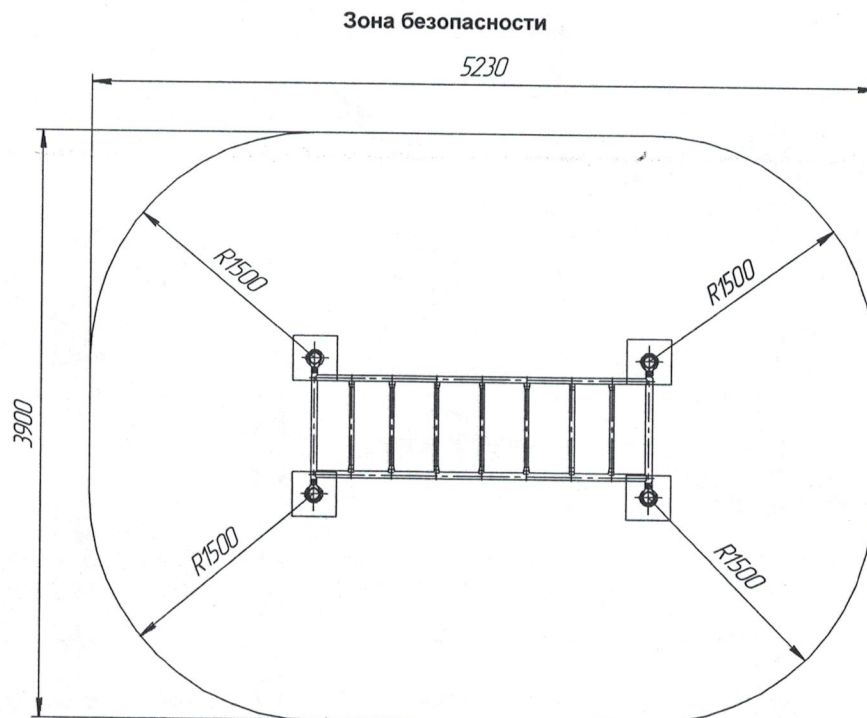

Рис.2
10.1.2 Установка Изделия должна проводиться на ровной площадке, свободной от насаждений. Размер площадки не меньше указанного на рис. 2.